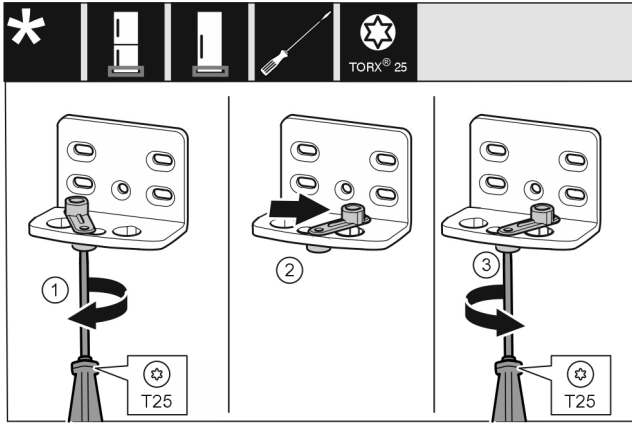

Fig. 13
- Ruuvaa ruuvit löysälle T25-ruuvimeisselillä. Fig. 13 (1)
- Nosta oven suljinta ja kierrä sitä reiässä 90° oikealle. Fig. 13 (2)
- Kiristä ruuvi T25-ruuvimeisselillä. Fig. 13 (3)